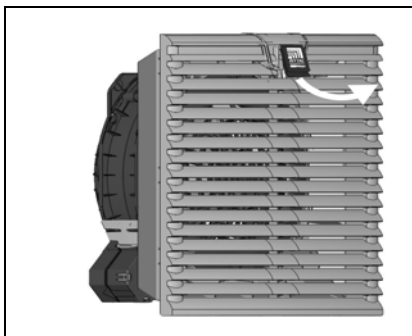

Рис. 6: Разблокировка решетки
- Сначала пальцами потяните логотип в решетки вверх (см. рис. 6)